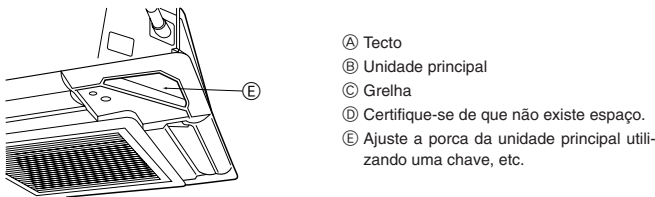

Fig. 5-7
5.4.3. Fixação da grelha (Fig. 5-7)